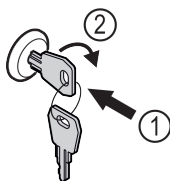

Fig. 75 Przykładowa prezentacja
- Włożyć kluczyk Fig. 75 (1).
- Przekręcić kluczyk o 90° w prawo Fig. 75 (2).